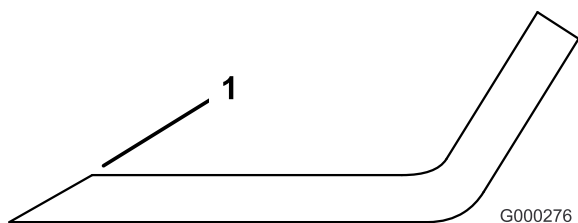

Figure 34
3. Examinez les tranchants de toutes les lames et aiguisiez-les s'ils sont émoussés ou ébréchés. N'aiguisiez que le haut du tranchant et conservez l'angle de coupe d'origine pour obtenir une coupe nette (Figure 34). Limez la même quantité de métal sur chacun des deux tranchants pour ne pas déséquilibrer la lame.